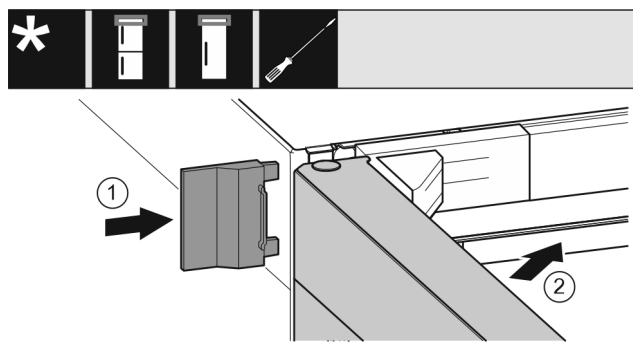

Fig. 21
- ▶ Sæt den udvendige afdækning på. Fig. 21 (1)
- ▶ Luk den øverste dør. Fig. 21 (2)